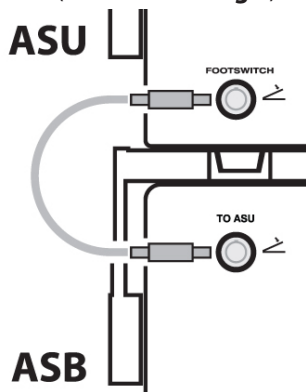

Abbildung 5: Anschluss des Fußschalter-Schnittstellenkabels (ASU/ASB-Rückseiten)
4. Stecken Sie das Fußschalter-Schnittstellenkabel (A001466) in die Fußschalterbuchsen (9) auf der Rückseite der ASU und der ASB, bis ein Klicken zu hören ist (siehe **Abbildung 5**).